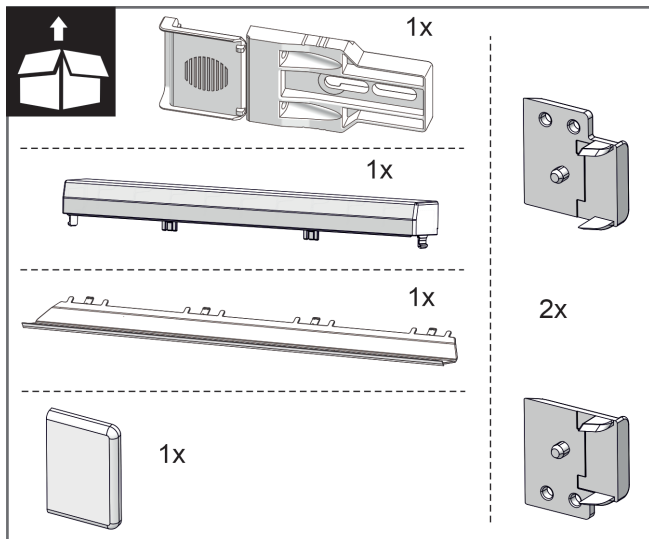
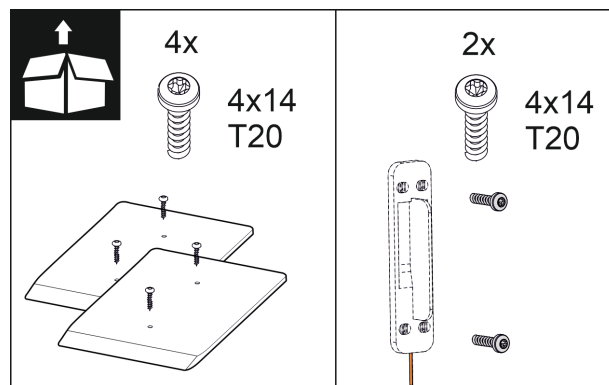

Fig. 10
Fig. 16
2. Sprawdzić elementy montażowe w dołączonej paczce. Fig. 10 () do Fig. 16 ()
Elementy montażowe w dołączonej paczce Fig. 10 () do Fig. 16 ()